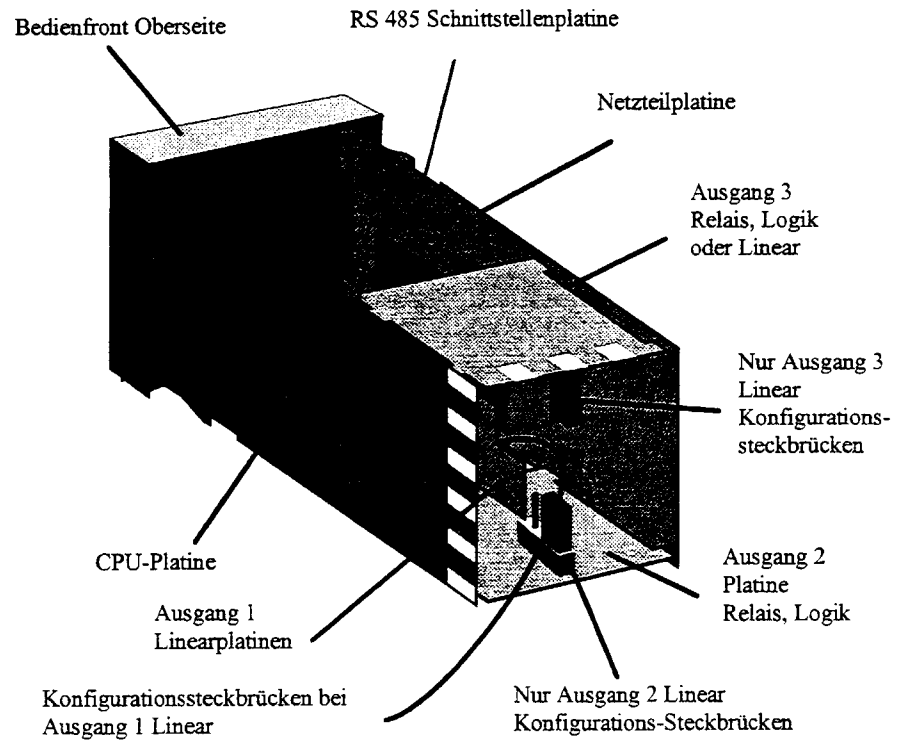
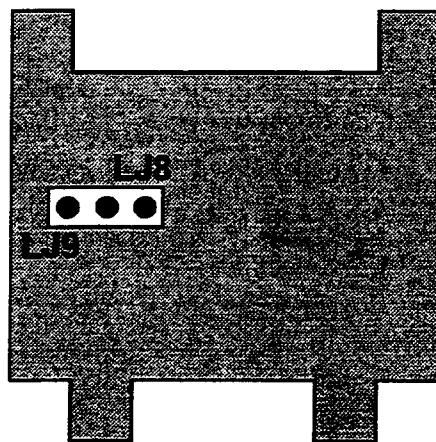

Abb.: 7-1 Platinenanordnung
Abb.: 7-6 DC-Linearausgang Optionsplatine
Um das Gerät aus dem Gehäuse auszubauen, fassen Sie an den Seiten der Bedienfront in die entsprechenden Aussparungen und ziehen den Regler nach vorne. Dies löst das Gerät von den rückseitigen Steckverbindungen. Die Steckkarten des Reglers sind damit frei zugänglich. Vermerken Sie die Lage des Reglers im Einschub für den späteren Wiedereinbau. Die Anordnung der Steckkarten ist in Abb.: 7-1 gezeigt.
Die gewünschte Ausgangsart von Ausgang 2 und Ausgang 3 wird mit der entsprechenden Position der Optionsplatine bestimmt (siehe Abb.: 7-1), und, falls es eine DC-Linear-Platine ist, mit den Steckbrücken LJ8 und LJ9 auf der Optionsplatine (siehe Abb.: 7-6 und Tabelle 7-3). Es können 3 verschiedene Arten von Optionsplatinen für Ausgang 2/Ausgang 3 verwendet werden:
3. DC-Linearausgang-Optionsplatine (Steckbrücken siehe Abb.: 7-6)